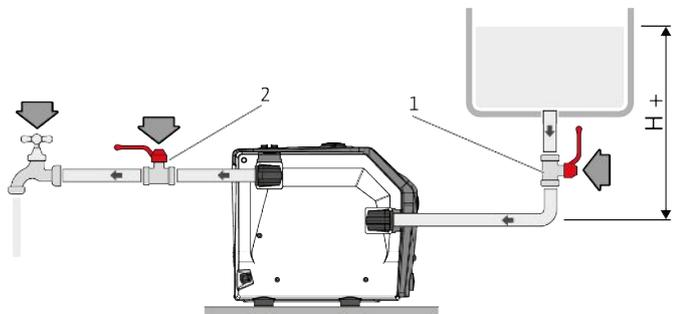
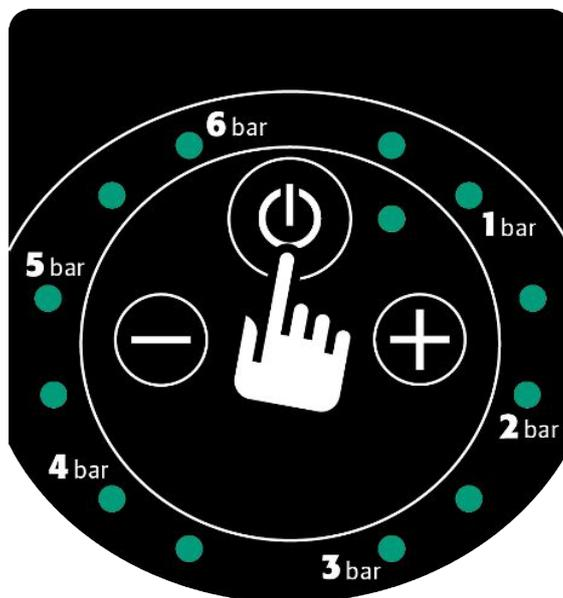

Fig. 8: Funzionamento a carico
Fig. 11: Tasto di comando on/off
1. Se il prodotto è installato in modalità di carico (Fig. 8), premere una volta il tasto di comando on/off (Fig. 11).
2. Premere il tasto di comando "on/off" sul pannello comandi (Fig. 11).